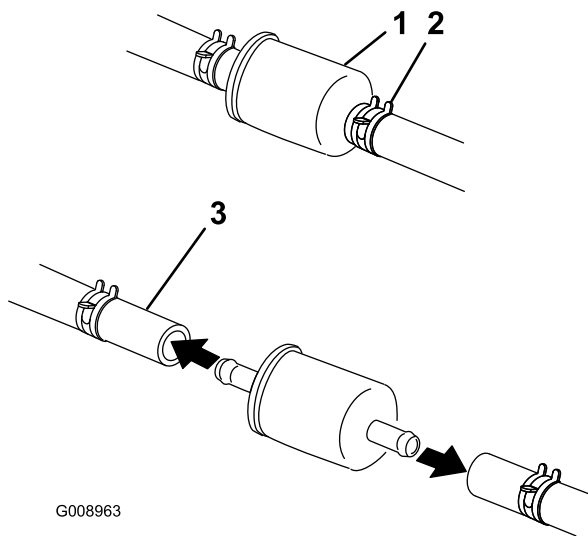

図 50
5. 運転席の下にある燃料バルブを閉じる 図 50。
6. 古いフィルタのクランプをゆるめて脇に寄せる(図 50)。
8. 新しいフィルタをホースに取り付け、クランプで固定する 図 50。